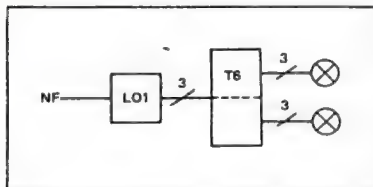

Bild 1. Zusammenschaltung einer LO-Karte mit einer T6 (Parallelbetrieb s. Text).
Die einfachste Art ist, eine der Lichteffektarten, damit sind Lichtorgel (LO), Taktlicht (TL), Amplitudenlicht (AL) oder Lauflicht (LL) gemeint, mit der notwendigen Anzahl von Triac-6-Einheiten (T6) zu koppeln. Bild 1 zeigt dies in der Kombination LO-T6. Dazu werden nur drei der sechs Kanäle von T6 benötigt (halbe Bestückung), jedoch können bei vollständiger Bestückung der T6-Karte je zwei Kanäle dieser Einheit an einen der drei LO-Ausgänge geschaltet werden. Da der einzelne T6-Kanal